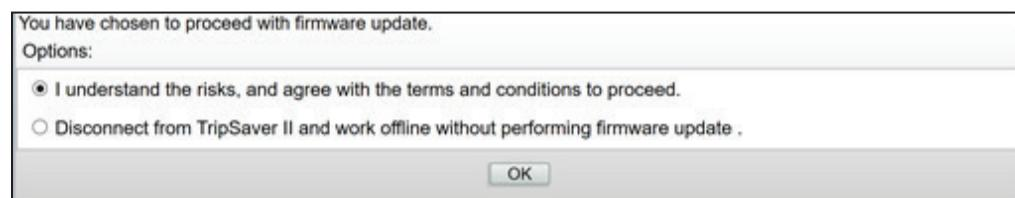

Figura 3. Caixa de diálogo de Termos e Condições da atualização de firmware.
**PASSO 7.** Uma segunda caixa de diálogo é aberta, confirmando que o usuário optou por continuar com a atualização do firmware. Ver Figura 3. Há duas opções. Na primeira opção o usuário aceita os riscos e concorda com os termos e condições para prosseguir. Na segunda opção o usuário pode desconectar o TripSaver II e trabalhar offline sem realizar a atualização de firmware. Para prosseguir, marque a primeira opção e clique em **OK**. Para abortar a atualização de firmware, selecione a segunda opção e clique em **OK**.